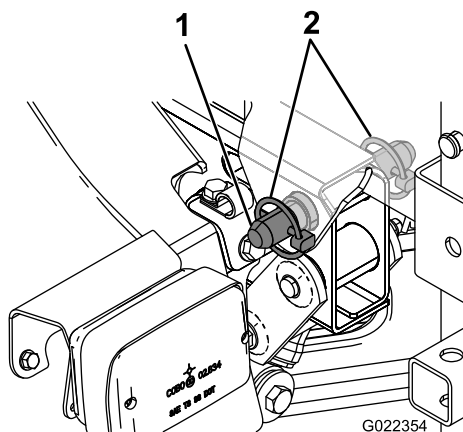

Figura 10
5. Alinee los orificios en las pestañas de giro en la parte trasera del conjunto del patín del depósito con los orificios del tubo de giro de la plataforma, en el extremo del bastidor del vehículo (Figura 10).
6. Instale un pasador cónico y 2 pasadores de seguridad en la pestaña de giro para sujetar el conjunto del depósito al bastidor (Figura 10).